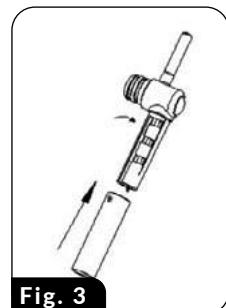

Fig. 3
- Așezați cupe mici pe un suport extensibil (6) după ce ati scos-o în prealabil.
- Două găuri mari în suport (6) și grilă (9) sunt amplasate direct sub orificiul de evacuare a cafelei din balon - acestea indică locul pentru poziția corectă a două căni mici.
- Așezați o cană mare direct pe grila tăvii de scurgere (9) - suportul (6) trebuie apoi introdus în interiorul dispozitivului.
ATENȚIE! Când preparați cafea CAPPUCINO sau LATTE, asigurați-vă că reglați duza tubului de spumare (22). De asemenea, puteți regla lungimea duzei tubului de distribuire a laptelui spumat blocând-o în diferite setări de lungime, astfel încât să o reglați la diferite dimensiuni ale cuprei (Fig.3).